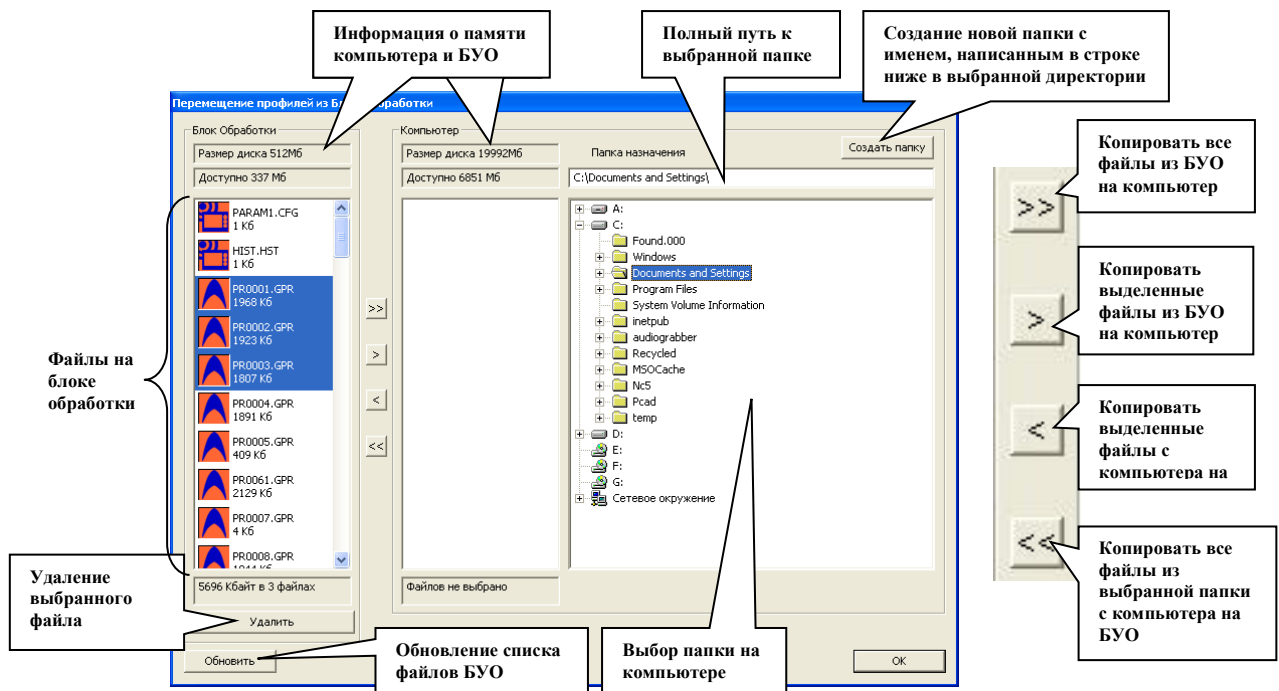

Рис. 2.15 - Окно копирования файлов с Блока обработки
В окне «Перемещение профилей из Блока обработки» (Рис. 2.15) осуществляется управление копированием файлов с Блока обработки на компьютер и обратно.
Для копирования файлов предусмотрены четыре кнопки, функциональное значение которых описано на Рис. 2.15.
2. Скопируйте файлы, нажав одну из кнопок копирования (Рис. 2.15);